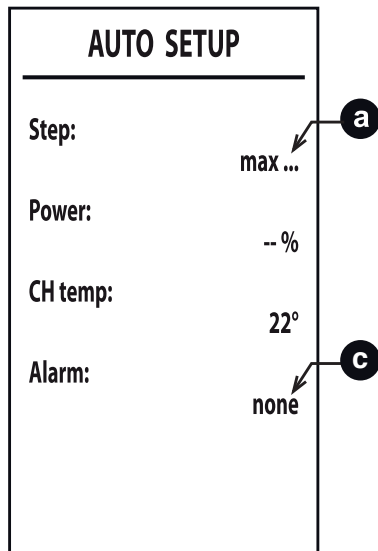

fig. 37
- 6 Después del encendido, el quemador se pone en modo calefacción a las distintas potencias (max, med, min) indicadas por el punto **a** (fig. 37). Si la eliminación del calor de la instalación no es suficiente para hacer terminar el procedimiento, se puede activar una demanda de ACS **solo después de que se haya encendido el quemador**.
- 8 Si la secuencia de encendido descrita en el punto "6" no termina correctamente, se visualiza el mensaje **max_err** en el punto **a** y un código de error en el punto **c** (fig. 37).